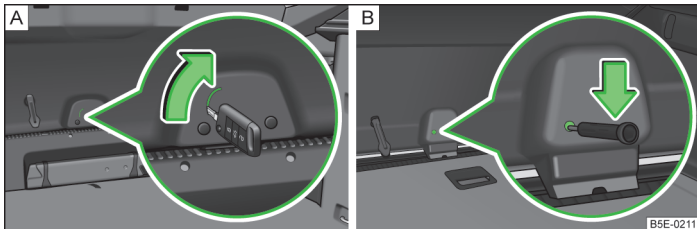

Abb. 209 Notentriegelung: Octavia / Octavia Combi
- Den Fahrzeugschlüssel in den Schlitz in der Verkleidung bis zum Anschlag einschieben » Abb. 209 - **A**.
- Einen Schraubendreher oder ein ähnliches Werkzeug in die Öffnung in der Verkleidung bis zum Anschlag einschieben » Abb. 209 - **B**.